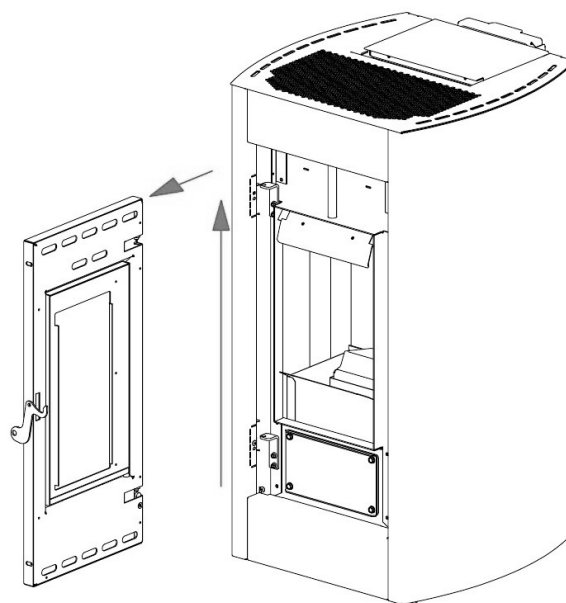

Fig. 33 - Afmontering af låge
- Løft lågen, indtil lågens dorne stikker ud af beslaget på rammen (se **Fig. 33**).